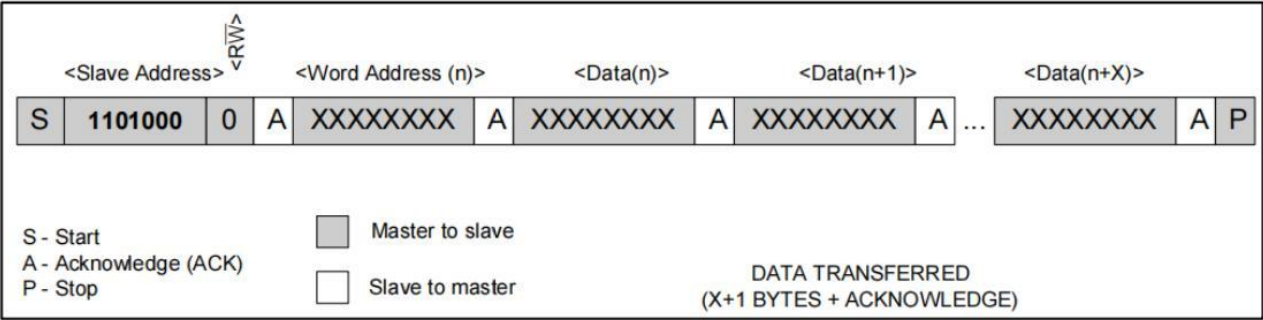

图 6 数据写入——从接收器模式
- 1、从接收器模式（写入模式）：**器件通过 SDA 和 SCL 接收串行数据和时钟信号。每接收一个字节就发送一个应答位。START 和 STOP 位于串行传递的始末端。硬件在接收到从地址和方向位（见图 6）后，自动执行地址识别。主器件发起 START 条件后，接收到的第一个字节是从地址。此地址字节包含有 7 位的 D1307 地址：1101000，接着是指定位（ $\overline{R/W}$ ）（此时该位为 0）。在接收到并解码出地址信息后，D1307 在 SDA 线上输出一个应答位。在 D1307 应答从地址+写入位之后，主器件将发送一个寄存器地址到 D1307，当 D1307 应答此次传递后，将在 D1307 上设置寄存器指针。之后，主器件能够发送数据字节，且 D1307 每接收一个字节后都将返回一个应答位。寄存器指针在每个字节被写入后自动递增。在所有数据传递完成后，主器件将产生一个 STOP（终止）条件，以此中断数据写入。